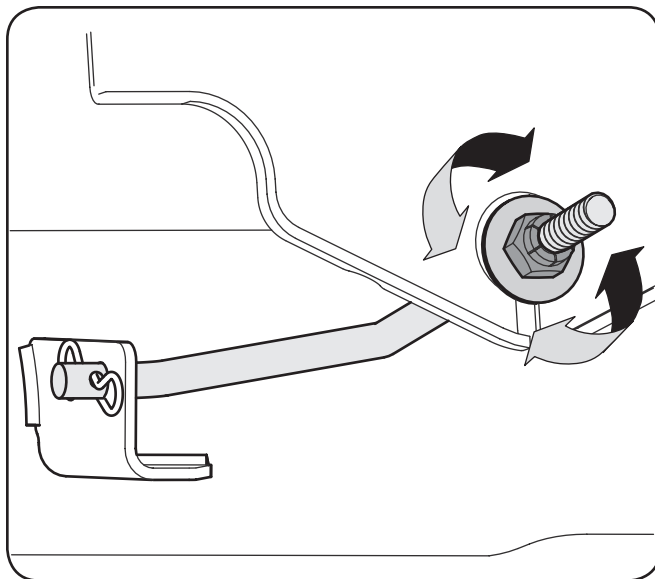

Figura 6-4
3. Localiza la tuerca en el extremo roscado de la varilla de estabilizador. Vea la Figura 6-4. Gire la tuerca de ajuste según se describe a continuación: